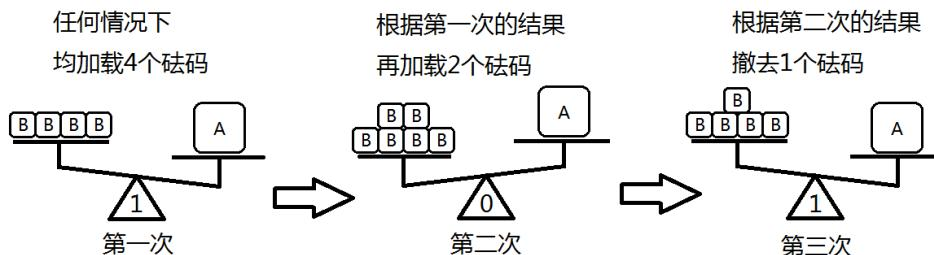

图 17.2 逐次逼近法
例 17.1 有一批待测货物 A，每一个质量都相同（实际是 5.1g）。有 1 架天平和 7 个 1g 的砝码 B，天平的最大量程为 8g，假设货物 A 的质量不超过天平量程。幼儿园教小朋友的聪明方法，如图 17.2 所示：
- 4) 如图 17.2 所示，最终测得的结果就是天平中央的示数 101，也就是 5g。